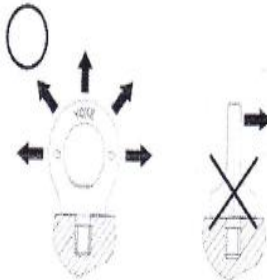

Bild 1: Belastungsrichtung
Heben Sie nur in der angegebenen Richtung (Bild 1).
- Die Ringschraube darf nur mit der mitgelieferten Schraube montiert werden. Diese kann sich um 360° drehen und muss vor dem Gebrauch auf die zulässige Zugrichtung ausgerichtet werden. (Siehe Bild 1)